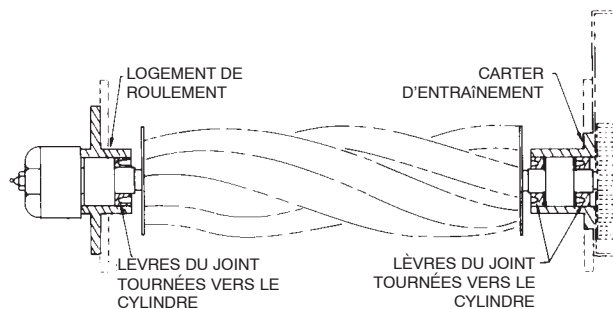

**Figure 31**
- Retirez la vis du cylindre, la rondelle dentée et la rondelle de poulie de l'arbre de cylindre (Fig. 31).
- À l'aide d'un extracteur, déposez la poulie menée de l'arbre du cylindre (Fig. 31). Déposez la clavette Woodruff de l'arbre de cylindre.
- Déposez l'ensemble de réglage et l'écrou conique, la rondelle Belleville et le boulon à épaulement qui fixent le carter à la plaque latérale (Fig. 31). Déposez le carter.
10. Vérifiez que la fente de la rondelle de poulie est alignée avec la goupille cylindrique dans la poulie et posez la rondelle, la rondelle dentée et la vis du cylindre (Fig. 31). Appliquez du frein-filet de moyenne résistance sur la vis de cylindre lors du montage. Serrez la vis à 61–75 Nm.